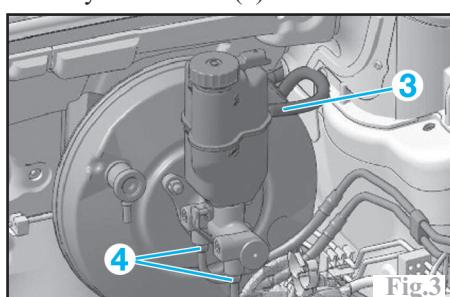

Fig.3
- Le tuyau (3) de la commande hydraulique (Fig.3).
- Les tuyaux de frein (4).